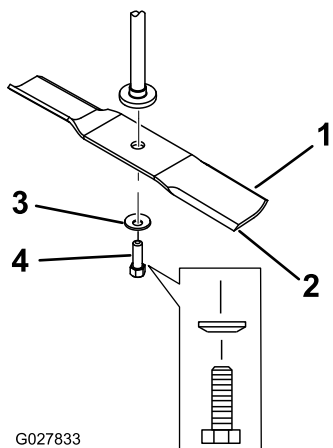

Figure 47
2. Enlevez de l'axe, le boulon, la rondelle bombée et la lame (Figure 47).
1. Placez la lame sur l'axe (Figure 47).
2. Montez la rondelle bombée (face concave vers la lame) et le boulon de lame (Figure 47).